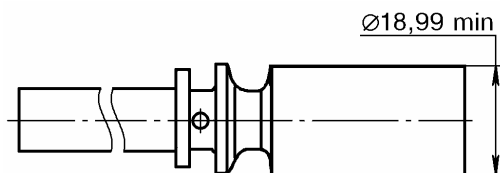

Рис. 10.
4.2.2 Поршень 2101-1602546 главного цилиндра, рис. 10.